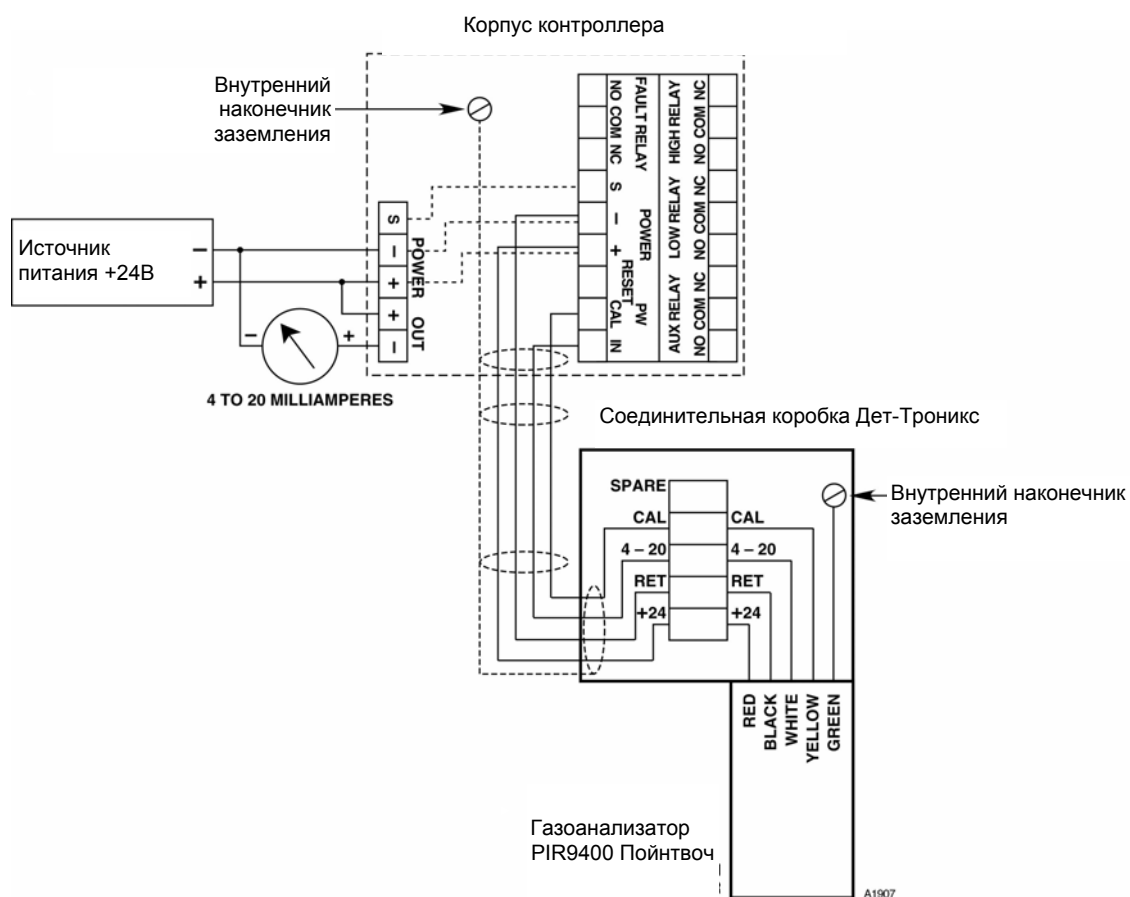

Рис. 16. Выносная установка газоанализатора PIR9400 с контроллером U9500.
- Рисунок 16 — Выносная установка газоанализатора PIR9400 и контроллера.